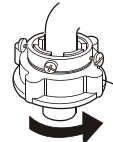
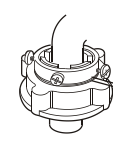

图5
图6
2. 揭下标记牌, 确认螺纹露出约4mm, 如图6。若小于4mm, 请松开螺母, 使之达到4mm。
- 旋紧螺母，如图5。旋紧后，螺纹露出小于2mm，如图6。